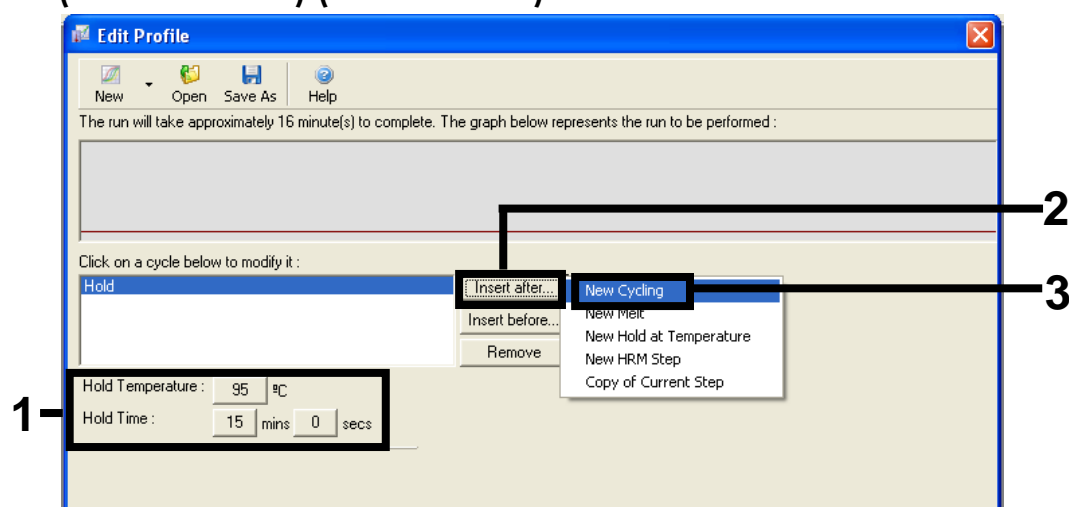

Ilustración 5. Paso de incubación inicial a 95 °C
8. Cambie el valor de "Hold Temperature" (Mantener temperatura) a 95 °C y "Hold Time" (Mantener tiempo) en 15 min. Haga clic en el botón "Insert After" (Insertar después) y seleccione New Cycling (Ciclos nuevos) (Ilustración 5).